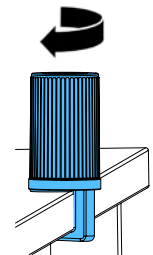

図4
- ⇒万能クランプ付きベースを作業台の後側か横側に取り付けます (図4)。